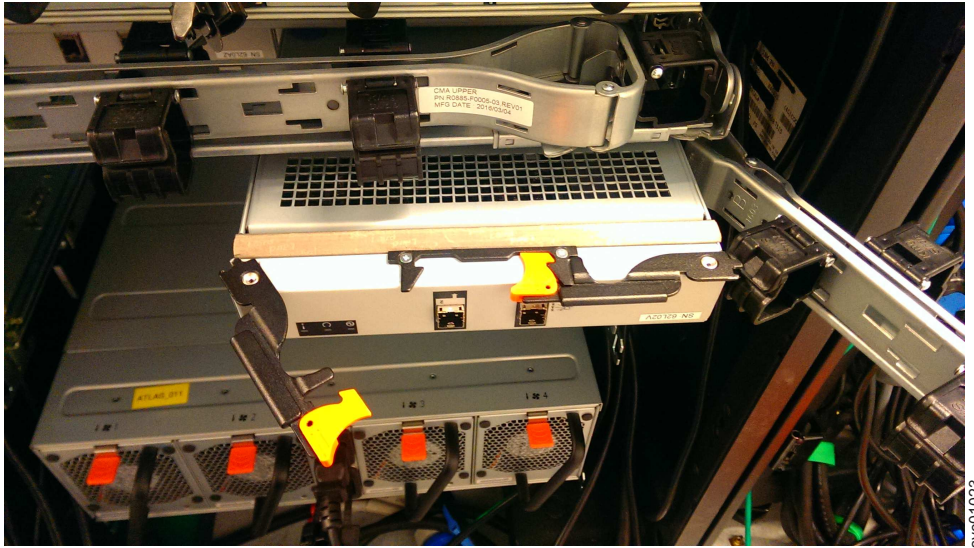

Figura 63. Instale a caixa de expansão
1. Desconecte o cotovelo do suporte para organização de cabos inferior para removê-lo, conforme mostrado em Figura 63 na página 69.
4. Quando a caixa de expansão estiver totalmente inserida, gire cada alça para dentro para travá-la na posição, conforme mostrado na Figura 63.